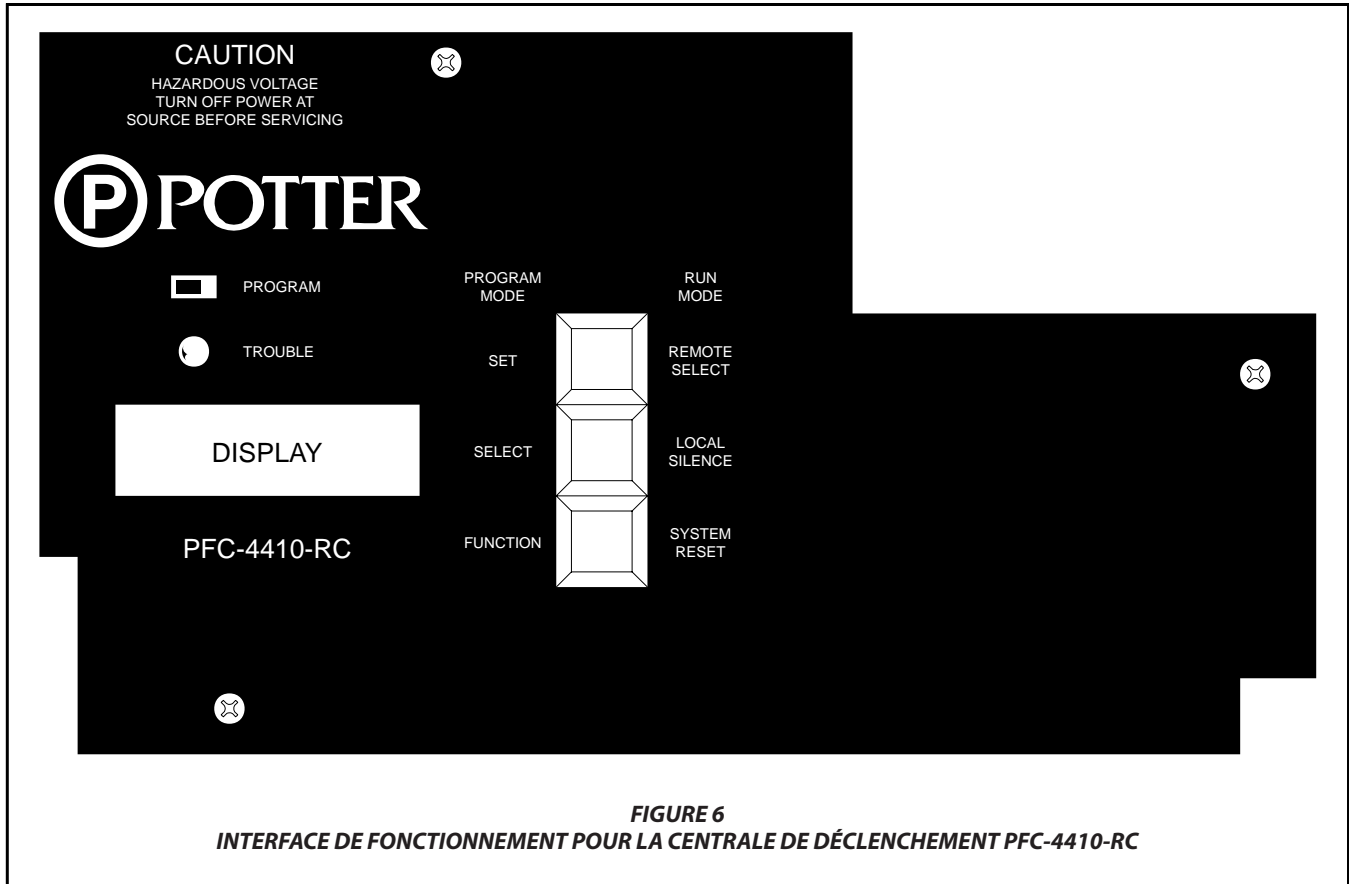

FIGURE 6
en appuyant sur le bouton « Local Silence » (acceptation locale) (Figure 6).
Étape 6. Lorsque le système atteint la pression voulue et que celle-ci est stabilisée, remplacez l'interrupteur de programmation (Figure 6) à gauche.
Suivez les instructions de la procédure de réarmement du système fournies dans la fiche technique TFP1465. Lors du réarmement du système (étape 10), appuyez brièvement sur le bouton « System Reset » (Figure 6) et en supposant que l'alarme de la Zone 1 et l'alarme de basse pression d'air de la Zone 2 s'arrêtent, suivez les instructions restantes fournies dans la fiche technique TFP1465.